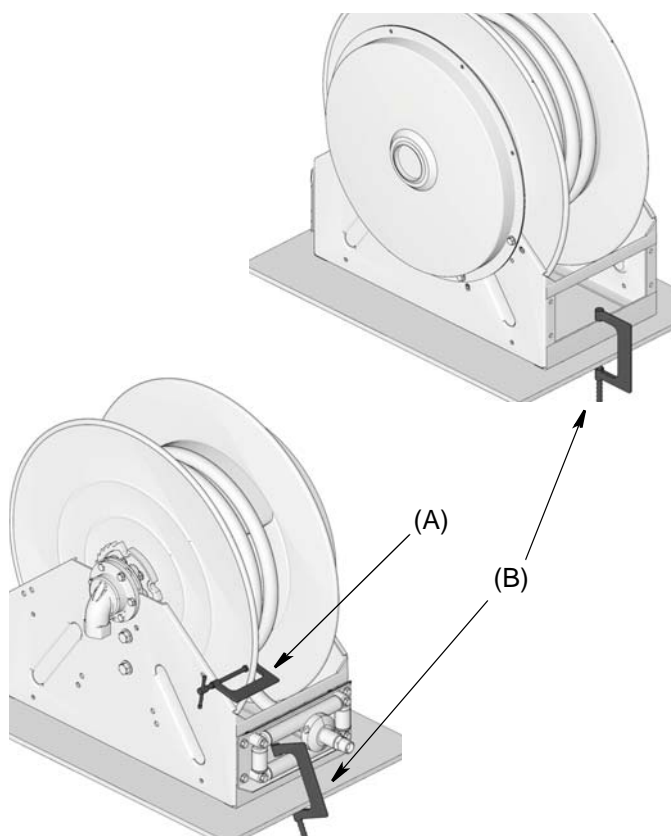

Рис. 22
3. Перед сменой ориентации впускного патрубка шланговые барабаны с подвесной установкой или настенным монтажом необходимо снять с рабочего места и закрепить на плоской поверхности (В, Рис. 22).
5. Приведите в действие фиксатор. Надежно прикрепите зажимную скобу (A) к катушке, как показано на Рис. 22, чтобы предотвратить непреднамеренное свободное вращение барабана.